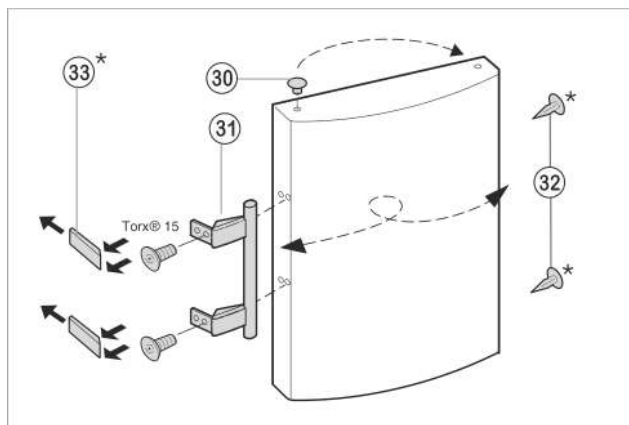

Fig. 10
- ▶ Извлеките пробку Fig. 10 (30) из опорной втулки дверцы и переставьте.
- ▶ Снимите и переставьте на противоположную сторону дверную ручку *Fig. 10 (31)*, пробку *Fig. 10 (32)* и прижимные пластины *Fig. 10 (33)*.